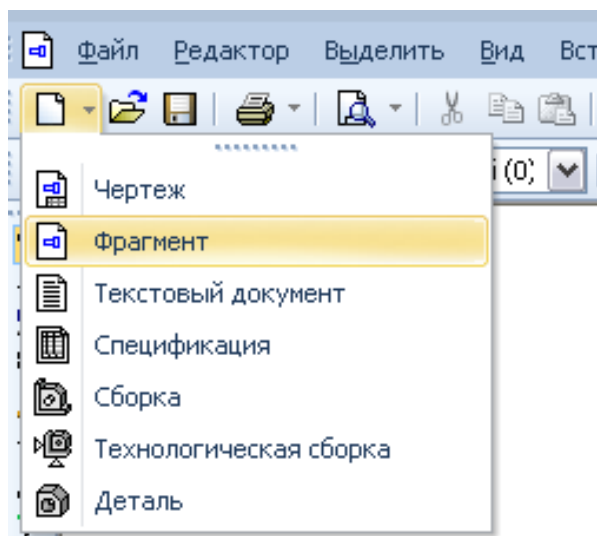

Рис. 2.1.2
2. Створити **Фрагмент** за допомогою кнопки **Создать**  на **Панелі інструментів** або через пункт меню **Файл** **Создать** **Фрагмент** (рис. 2.1.2)